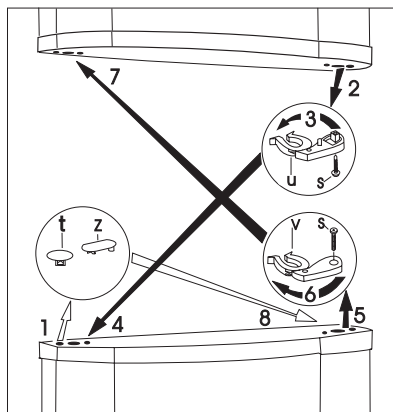

Рис. 5
- Снять пробки (t, z) на обеих дверях (рис. 5).